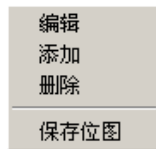

图 4.23 右键菜单
4、右键快捷菜单：在视图区点击鼠标右键弹出右键菜单(如图 4.23 所示)，该视图列出对当前静标指示测点进行编辑、删除、向当前测区添加测点（添加）和将当前显示信息存入位图文件（保存位图）四个选项。前三项操作方式见 4.3.2.2 相关介绍，其中的“编辑”功能也可以通过直接双击测点区域调出。“保存位图”操作方式见 4.3.2.4 第 2 节相关介绍。